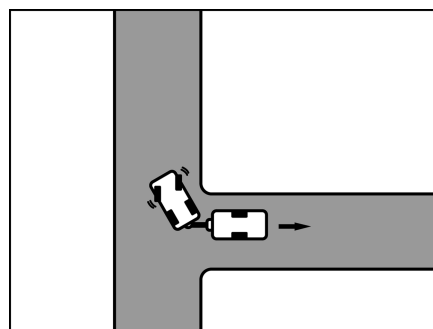

Fig. 12 Sterzare verso destra
- Sterzare verso destra e spostarsi con prudenza in retromarcia (Fig. 12).